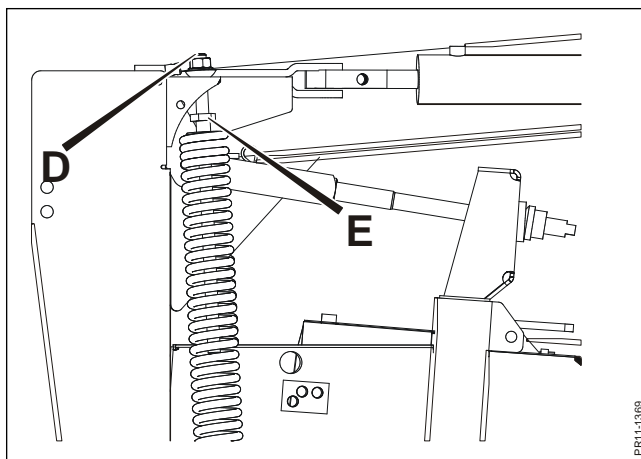

Fig. 3-7
- Fig. 3-7** 3) **Les ressorts de suspension** sont réglés au moyen de la broche **D**, jusqu'à obtenir la **bonne pression au sol**.
- Fig. 3-7** Un contre-écrou **E** bloque le réglage.